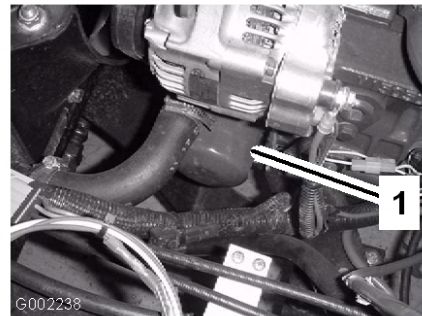

Figura 41
7. Retire o filtro do óleo antigo (Figura 41).
10. Coloque o filtro de substituição no adaptador do filtro. Rode o filtro de óleo hidráulico no sentido dos ponteiros do relógio até que a junta de borracha toque no adaptador do filtro e, em seguida, aperte o filtro mais 1/2 volta (Figura 41).